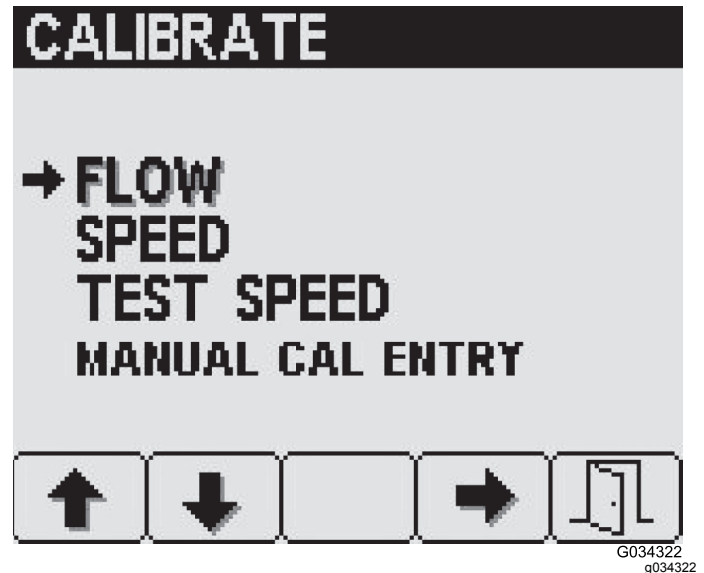

Bild 31
- Für den Zugriff auf den Bildschirm „Flow“ drücken Sie die Taste 4 auf dem Bildschirm „Kalibrierung“ (Bild 31), um „Flow“ auszuwählen.
2. Drücken Sie für den Zugriff auf den Bildschirm „Speed“ die Taste 2 auf dem Bildschirm „Kalibrierung“, bis Sie „Speed“ erreichen und drücken Sie Taste 4 (Bild 31), um „Speed“ auszuwählen.